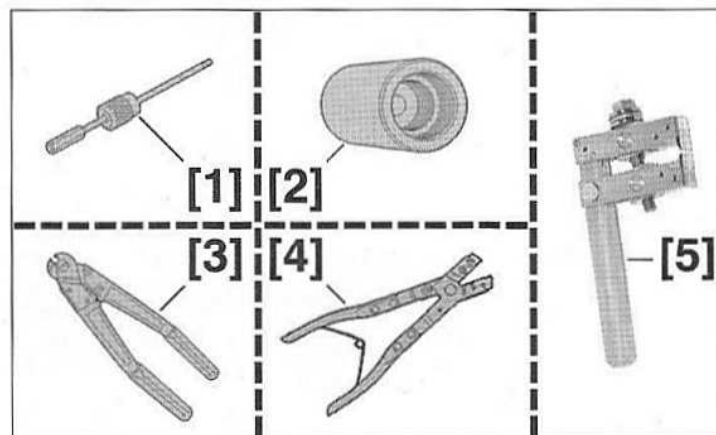

FIG.8
- [1]. Extracteur à inertie (référence. 0316-A) (Fig.8)